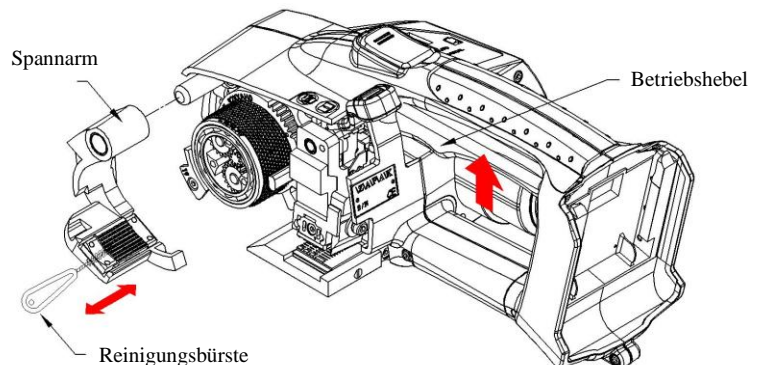

ABBILDUNG 18. Reinigen der Bandgreifer
7.2.2 Vollständige Reinigungsmethode: (Siehe Abbildung 18)
Schritt 1: Schrauben Sie 3 Schrauben M4 × 0,7 × 12 mm (1) & 1 Schraube M4 × 0,7 × 10 mm (2) ab und entfernen Sie die seitliche Abdeckung (3).